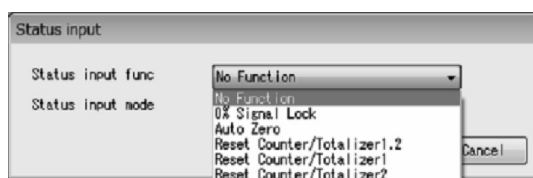

図55
- ③ 図55のように、「Status input func」の右側の矢印をクリックしてドロップダウンリストの中から設定する出力レベルを選択して下さい。